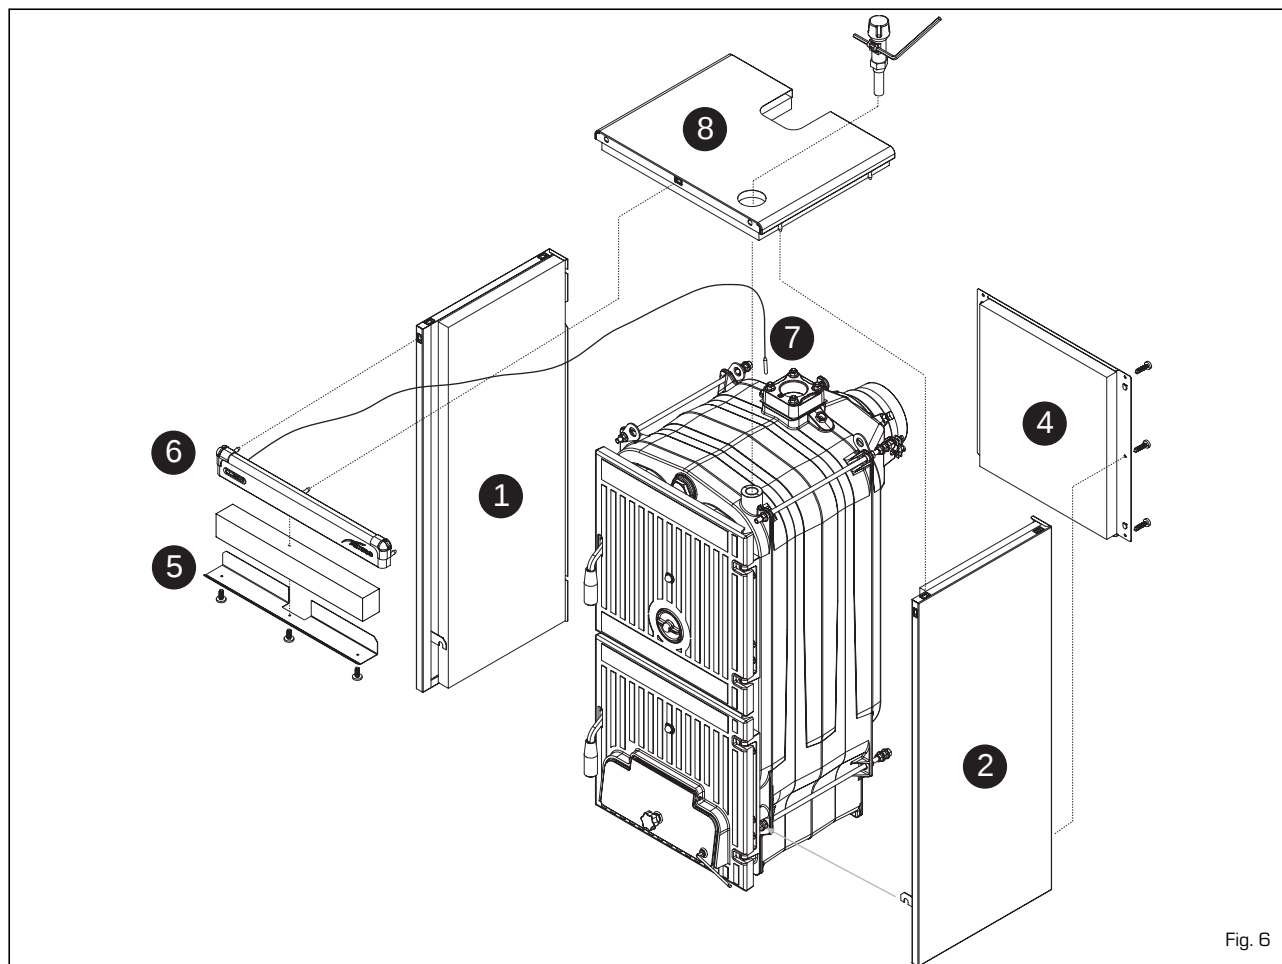

Fig. 6
4.5 MONTAGE DU REVÊTEMENT (fig. 6)